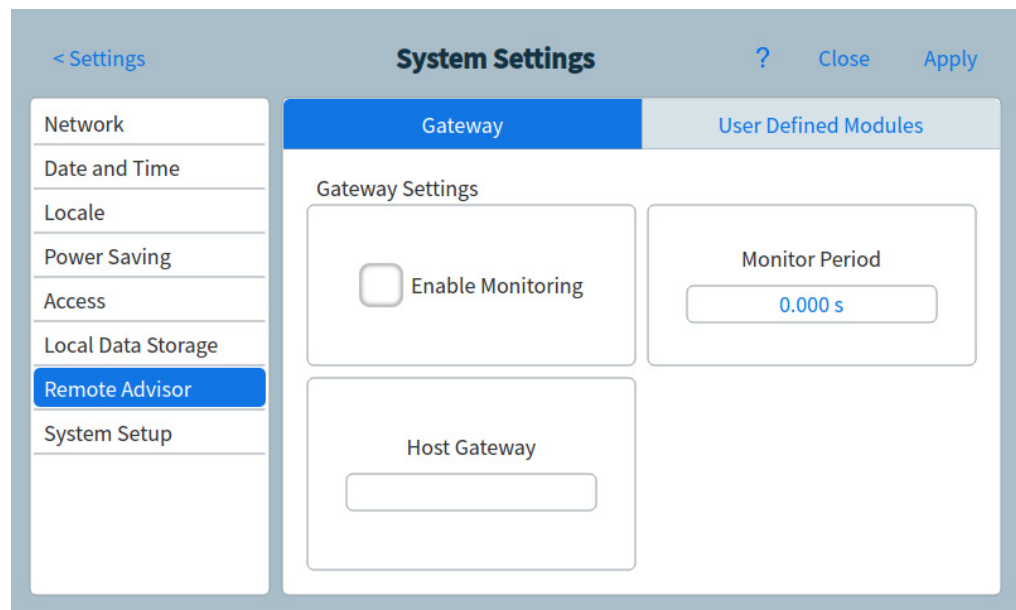

Abb. 45 Seite „Remote Advisor“
- 1 Tippen Sie auf der Seite „System Settings“ auf die Seitenauswahlschaltfläche **Power Saving**. Die Seite „Remote Advisor“ wird eingeblendet. Siehe Abb. 45.